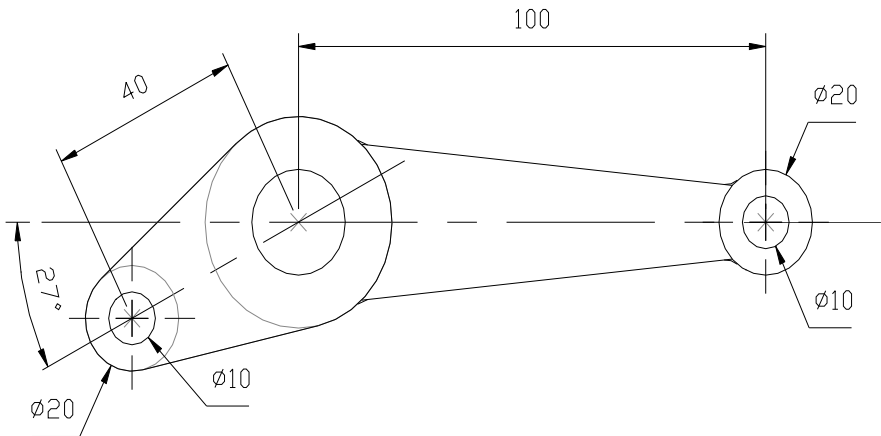

Рисунок 3.2 – Креслення коромисла
• Накреслимо зображення коромисла, приведенного на рис. 3.2.